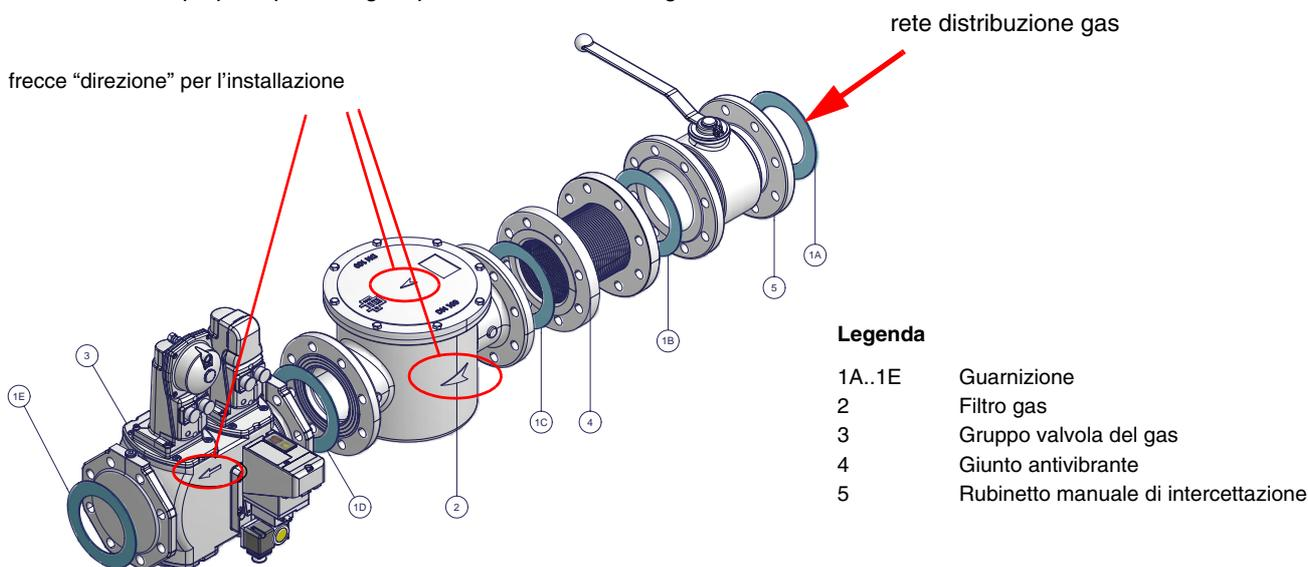

Fig. 6 - Esempio di rampa gas
1) nel caso di giunti flangiati: interporre tra un componente e l'altro, una guarnizione (n. 1A..1E - Fig. 6) compatibile con il gas utilizzato,
ATTENZIONE: una volta montata la rampa secondo lo schema riportato in Fig. 6, deve essere effettuata la prova di tenuta del circuito gas, secondo le modalità previste dalla normativa vigente.
| | ATTENZIONE: una volta montata la rampa secondo lo schema riportato in Fig. 6, deve essere effettuata la prova di tenuta del circuito gas, secondo le modalità previste dalla normativa vigente. |